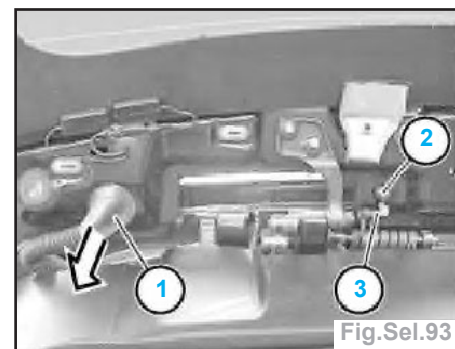

Fig.Sel.93
- Dégager à G et à D le caoutchouc de traversée (1) (fig.Sel.93).
- Déposer l'écrou (2) à G et à D et retirer le câble (3).